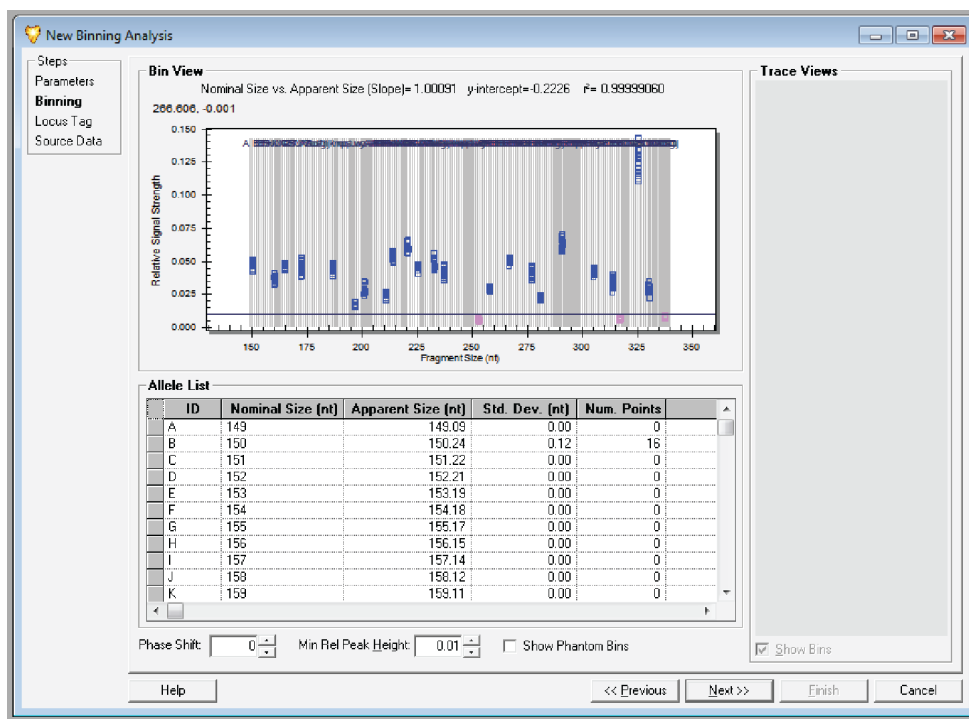

图 7.6 新建分箱分析窗口
**说明** 在图 7.6 中，排除的小峰以粉红色圆点显示在 Bin View（箱视图）底部。